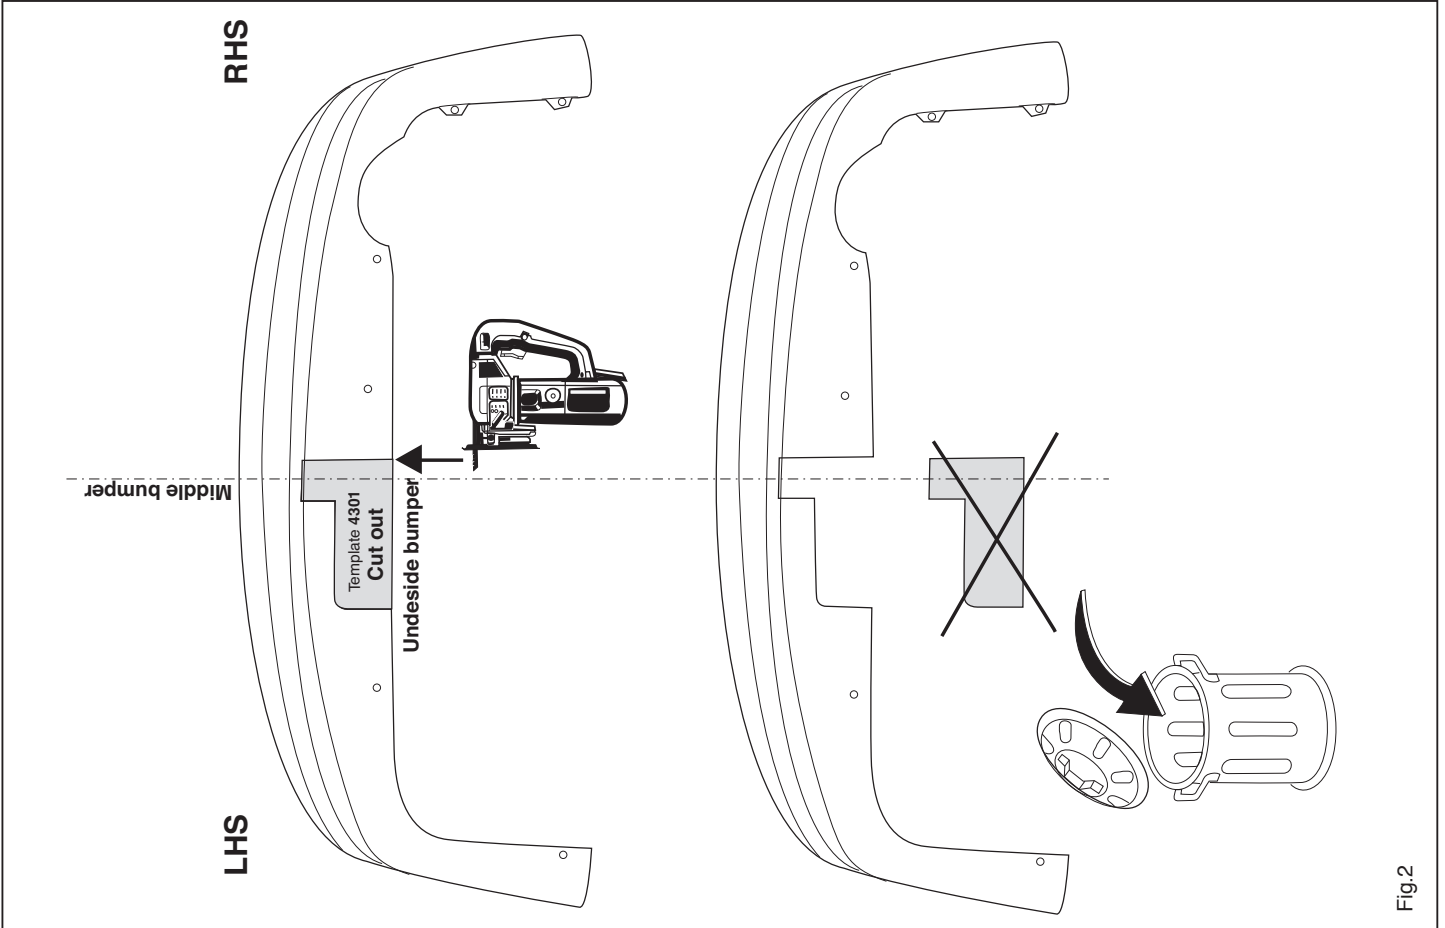

Fig.2
2. Position the template as shown in fig. 2 in the middle of the bumper and saw out the indicated portion.
2. Die Schablone gemäß Abb. 2 in der Mitte der Stoßstange anlegen und den angegebenen Teil heraussägen.
2. Positionner le modèle conformément à la fig. 2 au centre du pare-chocs et scier la partie indiquée.